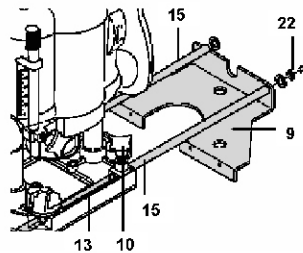

Рис. 8
Для облегчения выполнения фрезерных работ параллельно торцу обрабатываемого материала служит упорная линейка **9** (см. рис.1 и рис.8) с упорными штангами **15**. Для их установки необходимо выполнить следующее.
1. Ослабьте фигурные винты **10** и вставьте в отверстия станины **13** упорные штанги так, как показано на рис. 8.